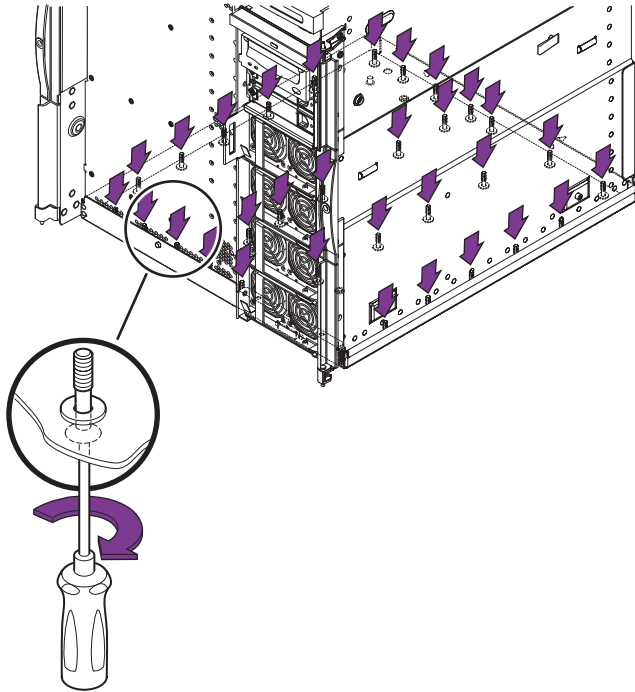

図 13-2 ベースプレーン固定ねじの取り外し
16. システム下部の、ベースプレーンをシャーシに固定している 31 本の脱落防止機構付きねじのうち、30 本を緩めます (図 13-2)。正面の中央にあるねじは、締めたまにします。
- システムに固定ボタン (リリースボタン) が付いていない場合は、正面の中央にあるねじを緩めます (図 13-2)。片手でベースプレーンを支えながら、正面の中央にあるねじを緩めてください。手順 18 に進みます。